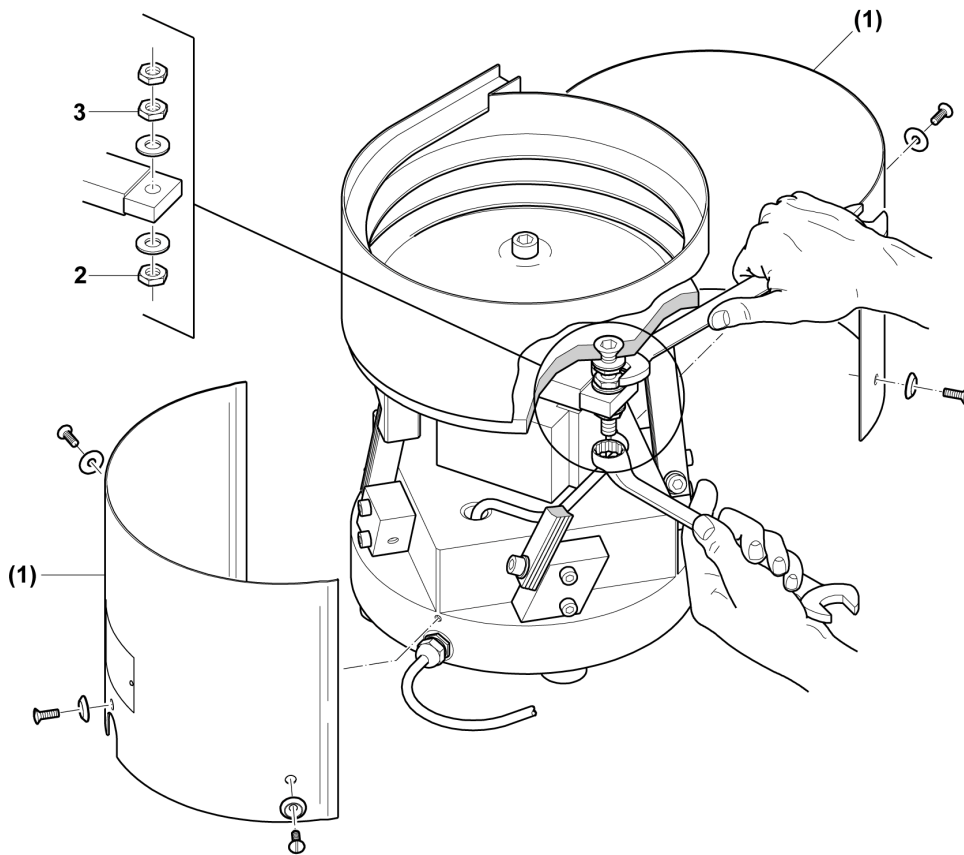

Abbildung 21
1. Verschalung (1) entfernen (siehe Abbildung 21).
2. Ringschlüssel (Größe 13) an der Sechskantmutter (2) und (3) ansetzen und lösen. Sechskantmuttern nun in die entsprechende Richtung drehen, um somit den Luftspalt zu verändern. Danach die beiden Sechskantmuttern zueinander kontern (siehe Abbildung 21).